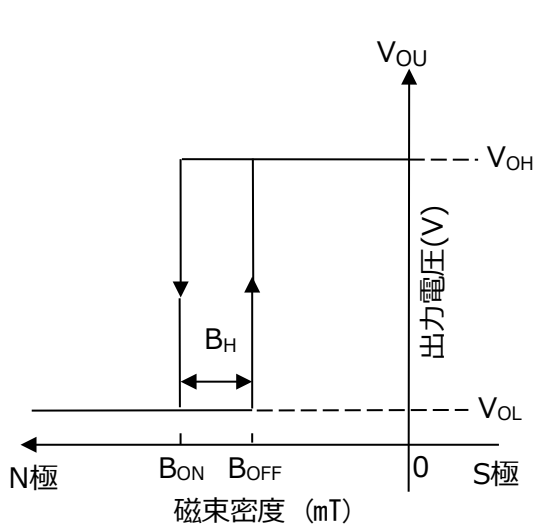

Fig.9 磁電変換特性
- ② N 極検知タイプ (Fig.9 に、磁電変換特性を示します)